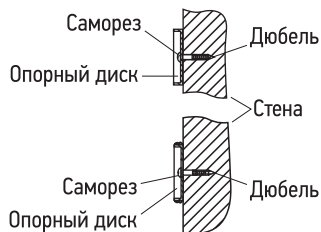

Рис. 7
3.3. В полученных метках (п. 3.2) сделать отверстия диаметром 6 мм и произвести монтаж внутренних опорных дисков для верхнего кронштейна и коробки подключения (рис. 7) с помощью саморезов и дюбелей.